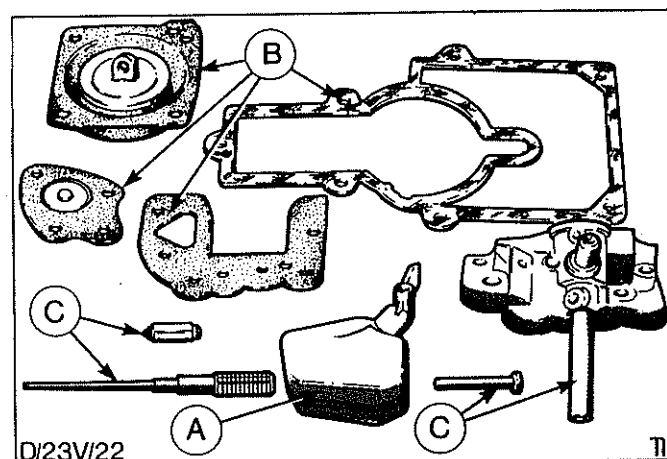

Abb.47 Zu überprüfende Vergaserteile
11. Vergasergehäuse sowie Einzelteile überprüfen. Abb.47 zeigt die wichtigsten Teile: Schwimmer auf Dichtigkeit, Membrane und Dichtung auf Risse. Düsenadel-Lufttrichterventil, Schwimmernadelventil und Düsenträger auf Verschleiß bzw. Beschädigung überprüfen.